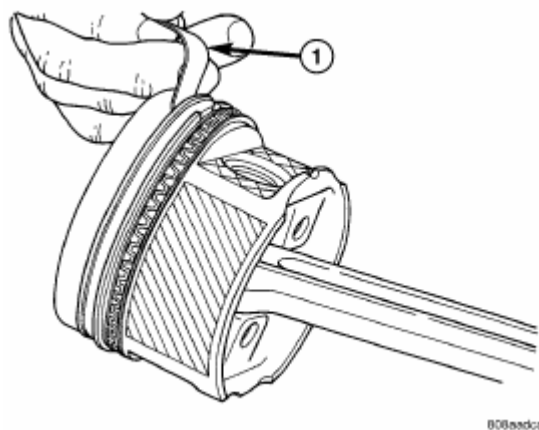

Рис. 67. Боковой зазор поршневого кольца.
(2) Проверить боковой зазор канавки поршневого кольца (Рис.67). См. Значение в *Спецификациях двигателя*.